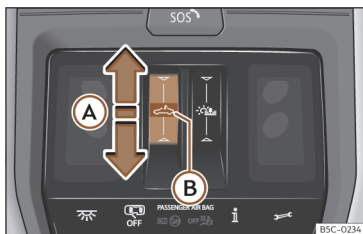

Fig. 86 No revestimento interior do teto: botão do teto de vidro.
- Movimento automático: deslize o dedo para trás sobre a área funcional  >>> **Fig. 86 (A).**
- Antes de decorrerem aprox. 5 segundos da ativação da função antientalamento, deslize o dedo para a frente sobre a área funcional ➞ >>> Fig. 86 Ⓐ e mantenha pressionado até o teto se fechar totalmente.